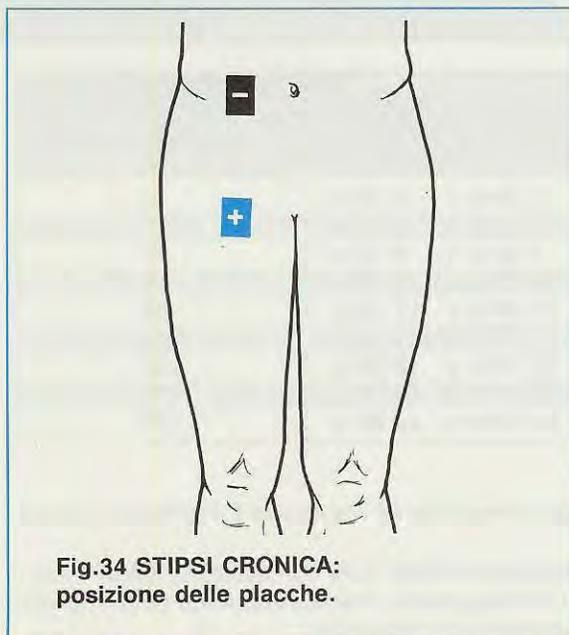

Fig.34 STIPSI CRONICA:
18) Sindrome degli adduttori (Fig. 34)
20) Stipsi cronica (stitichezza) (Fig. 34)